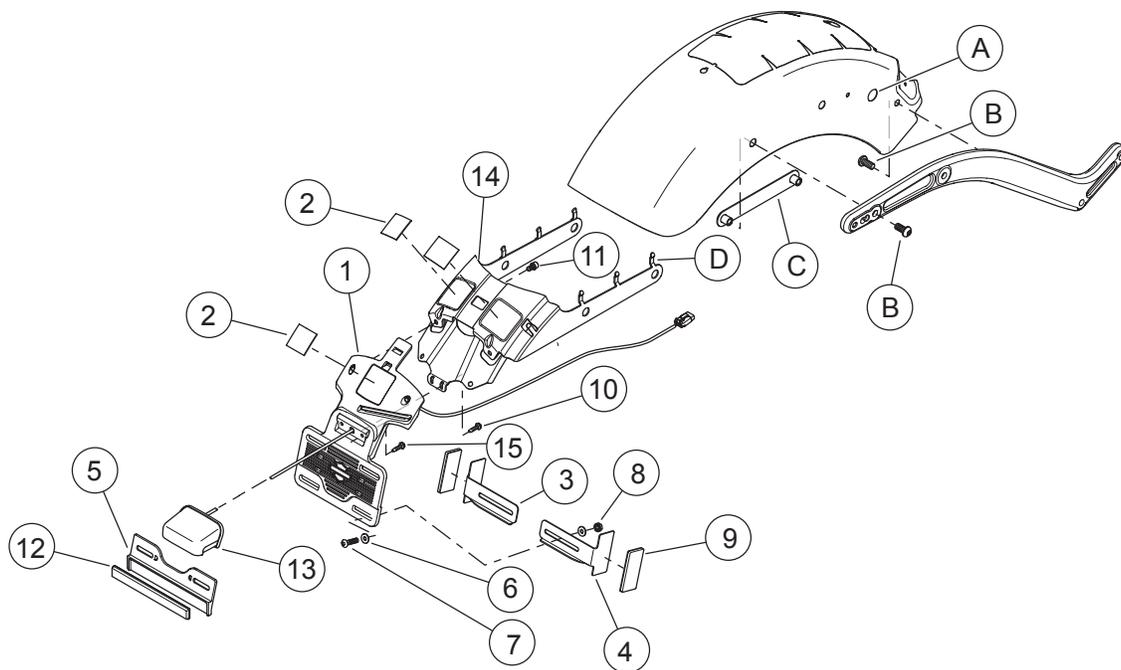

Figure 2. Pièces de rechange : Kit de repositionnement de plaque d'immatriculation
Voir Figure 2 et Tableau 2.
1. Voir Figure 2. Positionner l'ensemble de support de plaque d'immatriculation et poser les supports de montage du garde-boue (C).
2. Faire passer le câblage à travers le trou (A) vers l'extérieur du garde-boue.
3. Poser un serre-câbles **neuf** pour attacher le câblage allant au garde-boue entre la dernière attache de retenue de câble (D) et le trou (A).